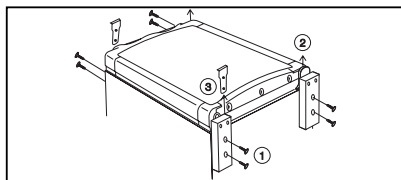

Figura 7.
10. Cambio del sentido de apertura de la puerta, (Figura 7)